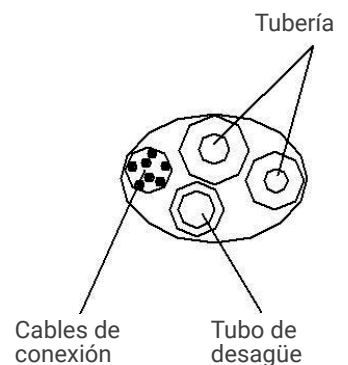

Fig.6
1. Conexión del tubo posterior derecho (similar al tubo inferior derecho) (opcional, consulte la Fig. 6)